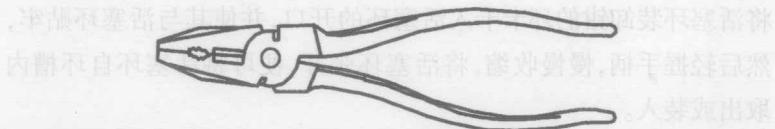

图 1-11 钢丝钳
4. 钢丝钳 如图 1-11 所示，钢丝钳是用来夹持或折断金属薄板及切断金属丝的，分为铁柄和绝缘柄两种。铁柄供一般使用，绝缘柄供有电场合使用。钢丝钳的规格有 150mm、175mm 和 200mm 三种。